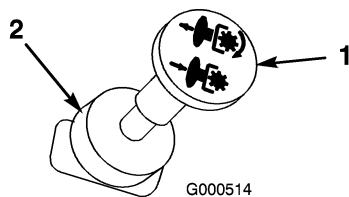

Figura 7
2. Mueva la toma de fuerza (PTO) a la posición Desengranada (Figura 7).
2. Ponga la toma de fuerza (PTO) en Desengranada (Figura 7).